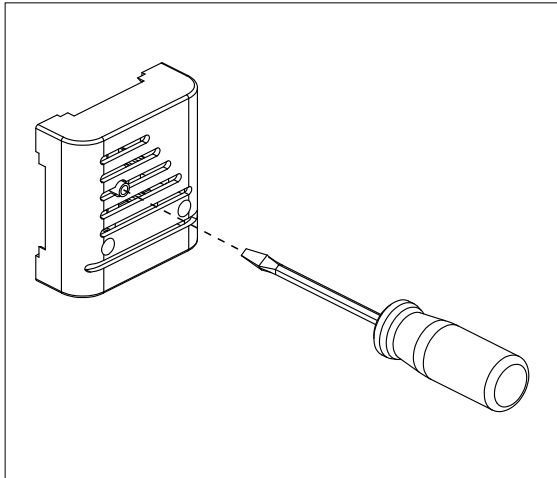

Abbildung 7.12-1: Reaktivierung des Überhitzungsschutzes
- Der Überhitzungsschutz des Ofens wurde ausgelöst: Die Ursache für das Auslösen des Überhitzungsschutzes muss ermittelt werden! Der Überhitzungsschutz kann durch Drücken des Temperaturfühlers reaktiviert werden (Abbildung 7.12-1).